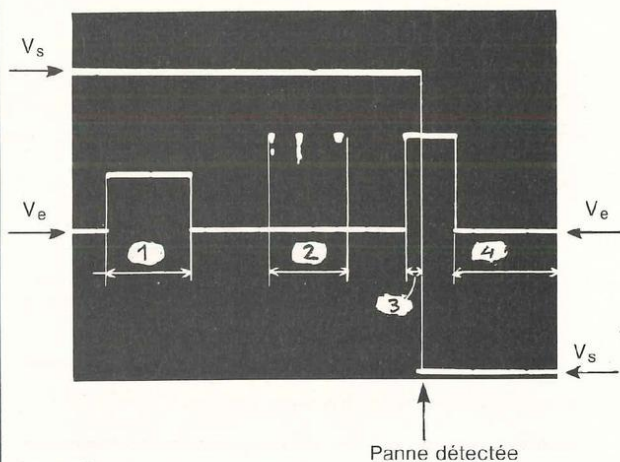

Fig. 11
1) Il constitue un filtre passe bas assurant une certaine temporisation. Ainsi la protection ne sera pas déclenchée par des parasites, comme le montre la plage 2 de la photo représentée à la figure 11.